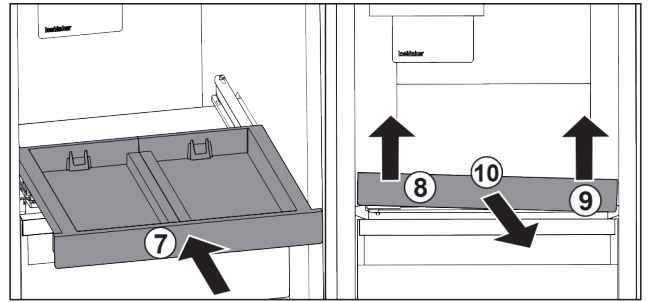

Fig. 141
- ▶ Tolja be a kihúzható rácst. Fig. 141 (7)
- ▶ Emelje meg a kihúzható rács elejét baloldalt. Fig. 141 (8)
- ▶ Emelje meg a kihúzható rács elejét jobboldalt. Fig. 141 (9)
- ▶ Vegye ki a kihúzható rácst előrefelé. Fig. 141 (10)